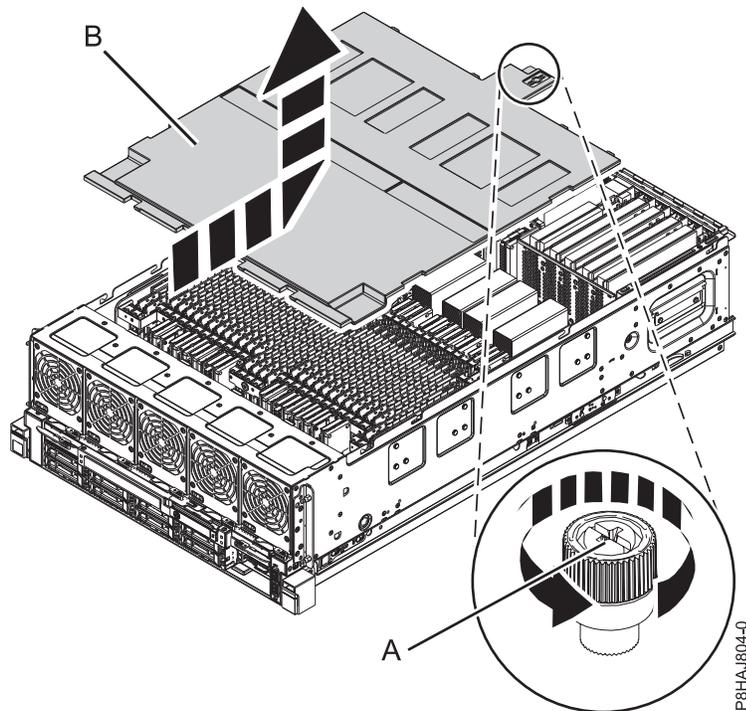

Figura 69. Remover a tampa de segurança
2. Desaperte o parafuso de aperto manual (A) localizado na parte posterior da tampa, ao rodá-lo na direcção apresentada na Figura 69 na página 109.
3. Faça deslizar a tampa de segurança (B) em direcção à parte posterior do sistema. Quando a parte anterior da tampa passar a extremidade superior da estrutura, levante a tampa e retire-a do sistema.